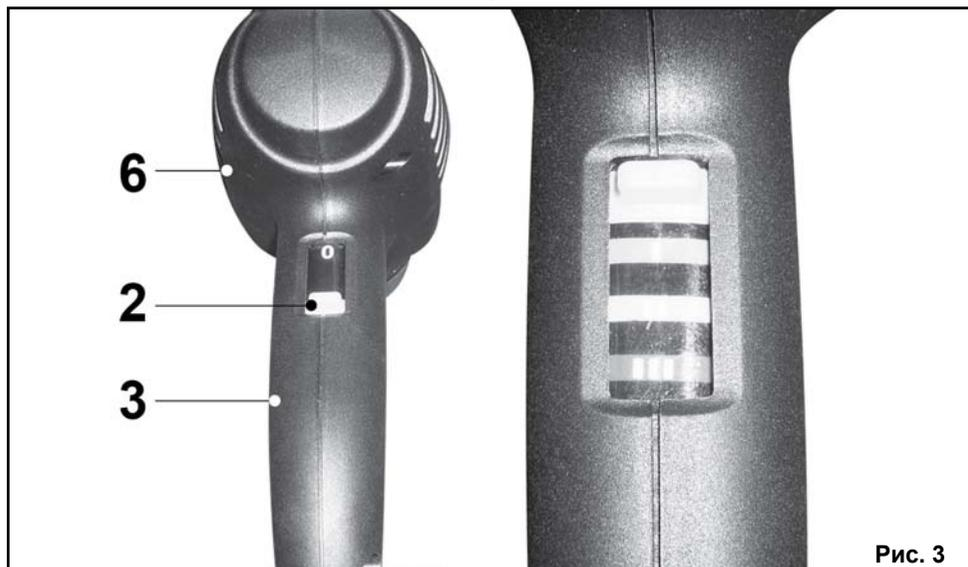

Рис. 3
7.1 Переключение режимов (Рис.3).